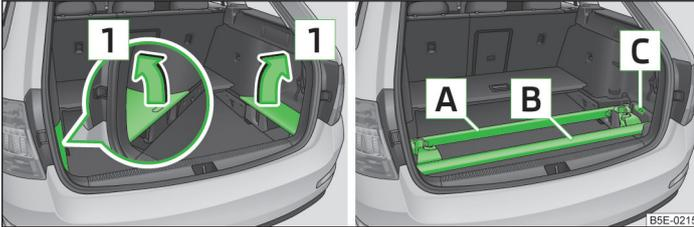

Abb. 87 Seitenabdeckungen herausnehmen / Dachgepäckträger richtig verstauen
- › Die Seitenabdeckungen des Gepäckraums in Pfeilrichtung **1** » Abb. 87 herausnehmen.
- › Die Seitenabdeckungen des Gepäckraums entgegen der Pfeilrichtung **1** » Abb. 87 wieder einsetzen.
- Die Schlüssel für die Dachgepäckträger können in der Vertiefung **C** » Abb. 87 verstaut werden.